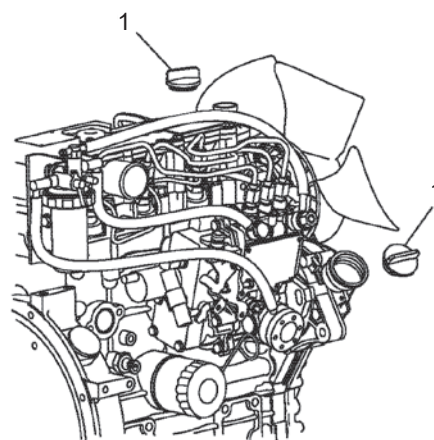

Рис.45
4. Снимите одну из крышек маслозаливной горловины (1, Рис. 45), чтобы проветрить картер двигателя и дать возможность моторному маслу слиться легче.